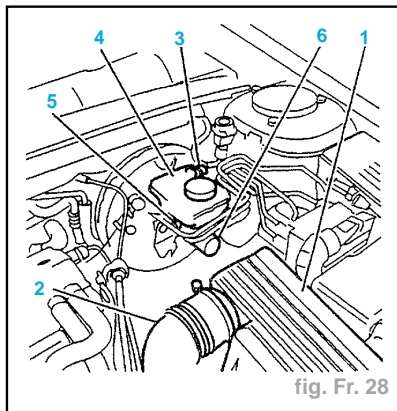

fig. Fr. 28
- Déposer (fig. Fr. 28) :
- le filtre à air (1),
- le raccord d'entrée d'air (2).
- Débrancher le connecteur (3).
- Enlever le filtre du réservoir (4) de liquide de frein, à l'aide d'une seringue propre.
- la goupille (5) de fixation du réservoir (4),
- le réservoir de liquide de frein (4).
- Obturer les orifices du maître-cylindre (6).